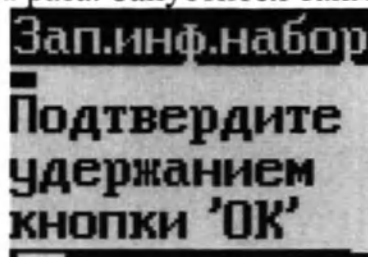

Рисунок 54 – Экран таймера «ЗАП.ИНФ.НАБОР»
3. Нажать кнопку «ОК» два раза. Запустится таймер (рисунок 54).